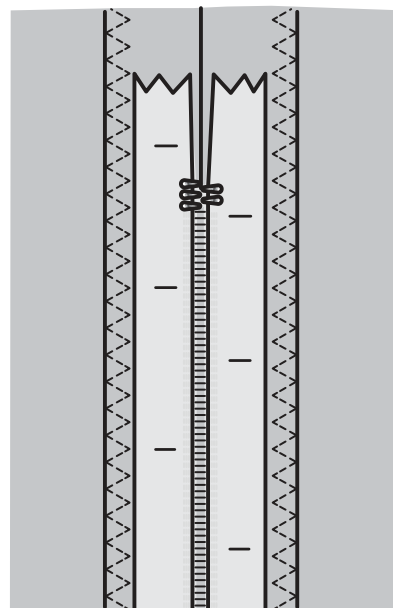

Fig. 1
2. Träckla resten av sömmen där blyxtlåset ska placeras. Pressa isär sömsmånerna. Placera blyxtlåset med rätsidan mot den isärpressade sömsmånen och lägg blyxtlås slutet vid jacket. Nåla fast blyxtlåset från rätsidan så att det ligger på plats (se fig. 1).